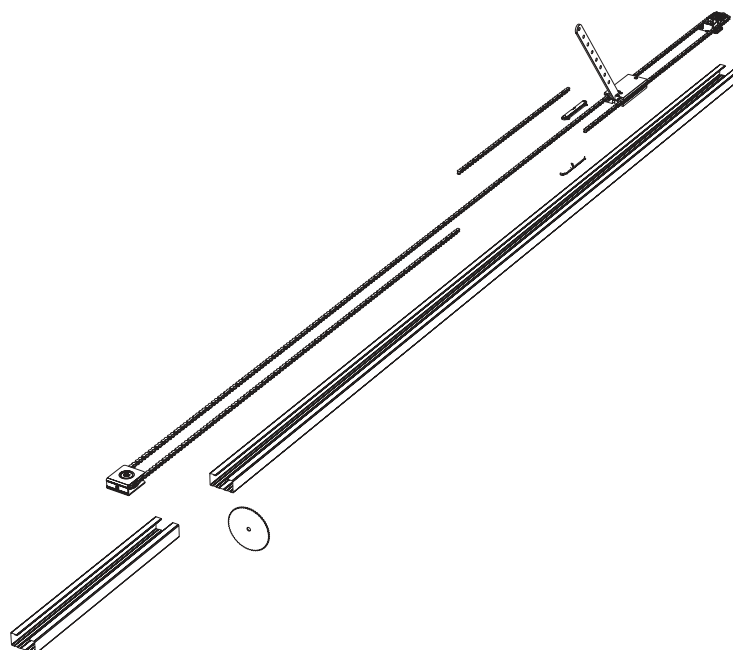

Рис. 5
6. Выполните подрезку и привяжите и укоротите цепь до необходимых размеров (рис. 5).